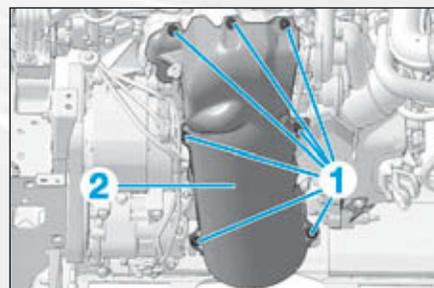

FIG.4
- les vis de fixation (1) de l'écran thermique extérieur (2) (Fig.4),
- l'écran thermique extérieur (2),